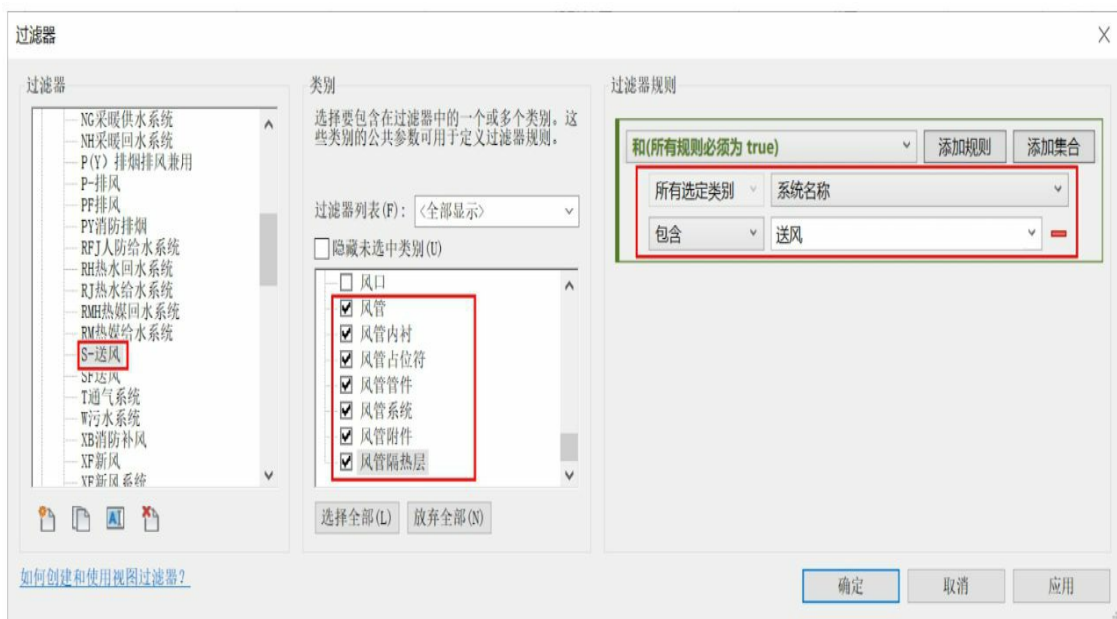

图2-99
(2) 设置过滤条件。在“类别”区域中勾选“风管”复选框，在“过滤条件”中选择“系统名称”“包含”“送风”，如图2-99所示。完成后单击“确定”按钮。